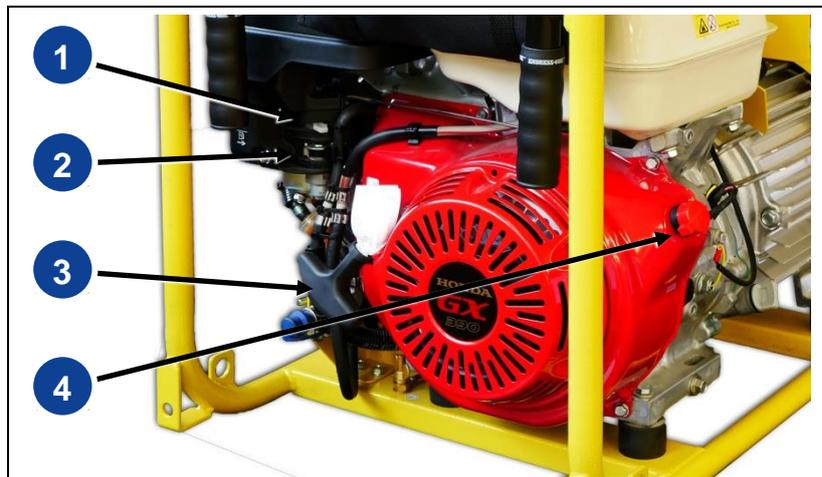

Abb. 4-2: Handstart
1. Chokehebel (Abb. 4-2-①) nach links schieben (bei kaltem Motor ganz / bei warmen Motor entsprechend weniger).
2. Hebel des Kraftstoffhahns (Abb. 4-2-②) bis zum Anschlag nach rechts schieben.
3. Motorschalter (Abb. 4-2-**4**) in Pos. „I“ stellen.
4. Motor am Handgriff (Abb. 4-2-**3**) des Seilzugstarters kräftig anziehen.
1. Chokehebel (Abb. 4-2-**1**) nach links schieben (bei kaltem Motor ganz / bei warmen Motor entsprechend weniger).
2. Hebel des Kraftstoffhahns (Abb. 4-2-**2**) bis zum Anschlag nach rechts schieben.
3. Motorschalter (Abb. 4-2-**4**) in Pos. „0“ stellen.